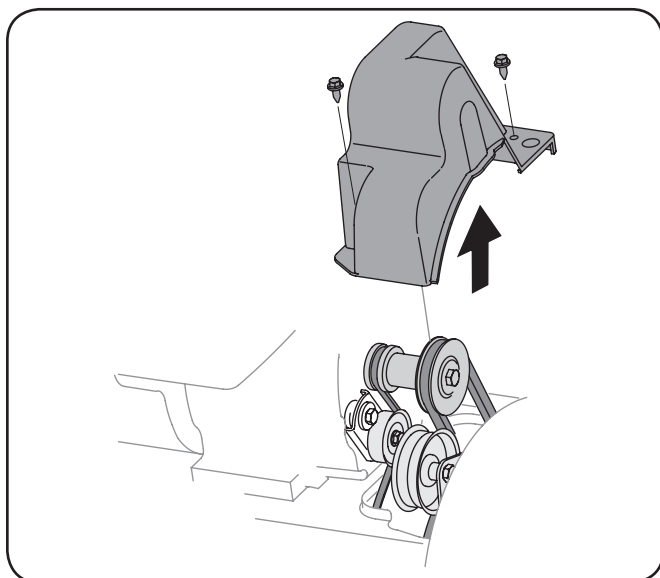

Figura 7-1
2. Saque la cubierta plástica de la correa ubicada en el frente del motor retirando los dos tornillos autorroscantes. Vea la Figura 7-1.
- Saque la cubierta plástica de la correa ubicada en el frente del motor retirando los dos tornillos autorroscantes. Ref. la Figura 7-1.